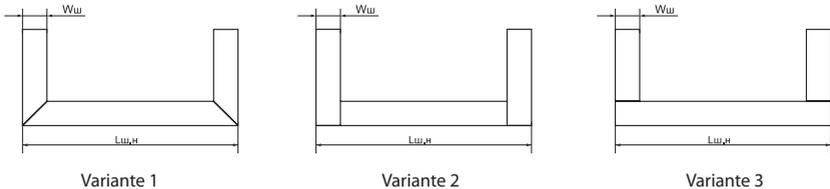

Abb. 2.5 Varianten der unteren Umrandung des Rollladens.
2.3.3 Varianten der unteren Umrandung sind auf der Abbildung 2.5 gezeigt.